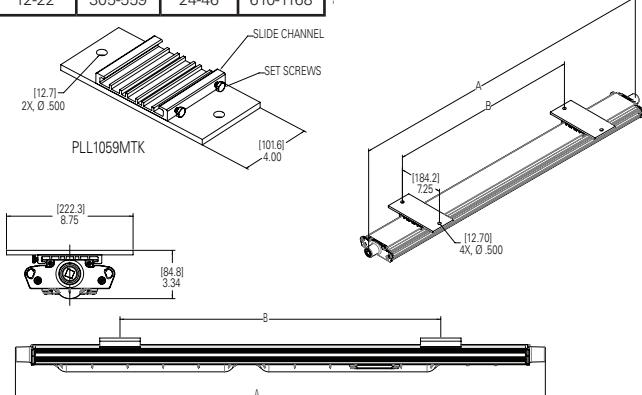

Imagen 12
- Marque y taladre agujeros para sujetar los soportes de PLLA1059MTK. Use cuatro (4) pernos de 3/8" (no incluidos) en las medidas de centro a centro (ver Imagen 12). Para los soportes de PLLA1059MTK, los agujeros pueden estar espaciados según sea necesario. Se recomienda que estén separados al menos 12" (305mm) (ver Imagen 12).
- El dispositivo ahora está listo para su montaje. Se recomienda encarecidamente que use a dos (2) personas especializadas calificadas para proceder con el montaje final del dispositivo. Se recomienda esto para evitar cualquier lesión personal o daño al dispositivo.
- Ajuste los cuatro (4) tornillos de fijación de 1/4" en los canales deslizantes hasta que estén abajo (vea la Imagen 12). Aplique un torque de 78 pulgadas-libras. (8.8 N-m).